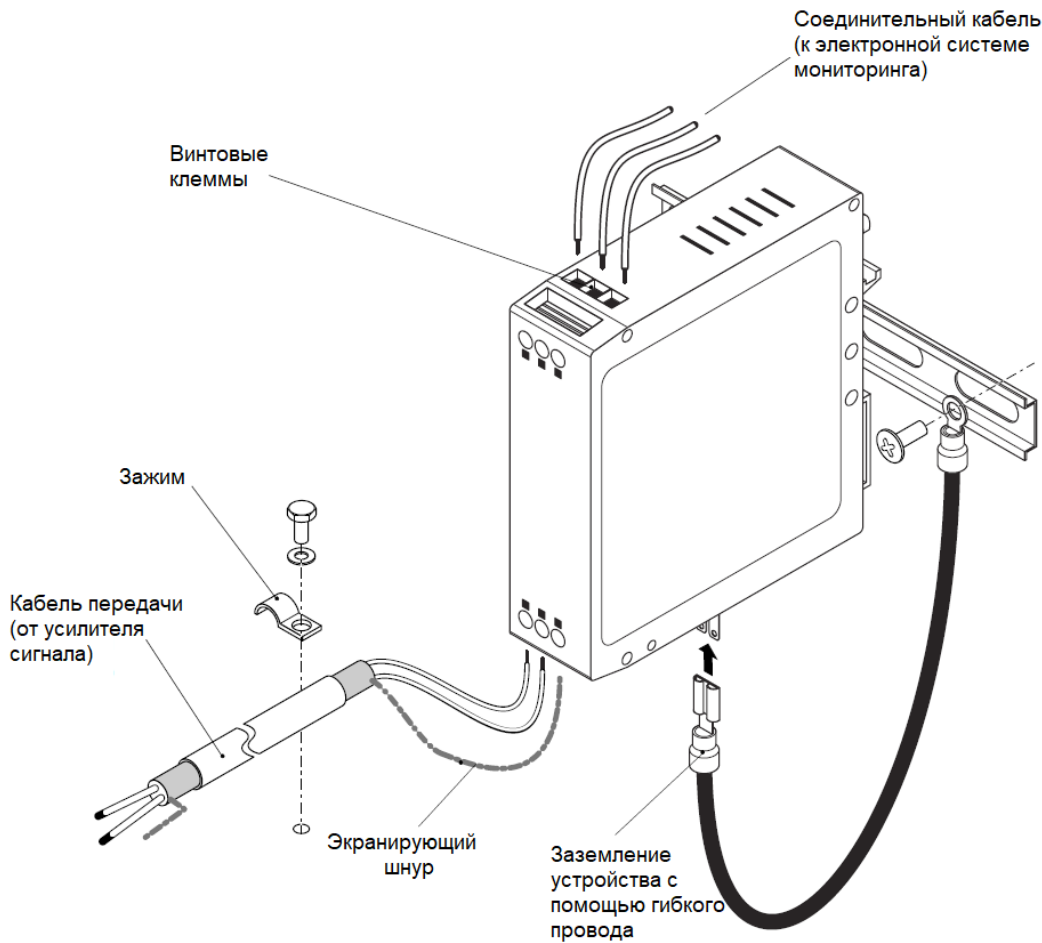

Рис. 5-3: Блок гальванической развязки GSI124
Гальванический разделительный блок GSI124 обычно монтируется в промышленном корпусе, стойке или шкафу. Кабель передачи со стороны датчика и соединительный кабель со стороны монитора подключены к GSI124 с помощью винтовых клемм (см. Рис. 5-3).
- 2- Определите каждый провод как для кабеля передачи со стороны датчика, так и для соединительного кабеля со стороны монитора, подключенного к GSI124. См. Рис. 5-3 и используйте таблицу 5-1 для записи количества и/или цвета каждого провода.
- 5- Отсоедините заземление. То есть отсоедините черный провод, заканчивающийся обжимом, с нижней стороны GSI124, а затем снимите этот провод с DIN-рейки, поскольку он не требуется для GSI127 (см. Рис. 5-3).